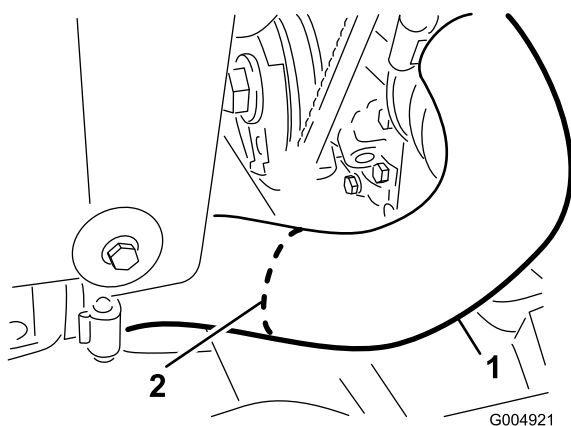

Figura 11
9. Tagliate a metà il flessibile inferiore del radiatore lungo la linea bianca, come illustrato nella Figura 11.